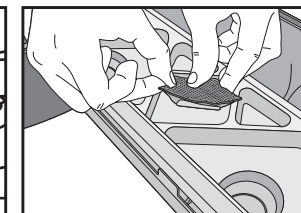

Fig. 3
- Quite la tira de papel del filtro de carbón para exponer el adhesivo. Coloque el filtro con el adhesivo hacia abajo, en el rombo del centro de la cubierta del recipiente de los desechos (Fig. 3). Cierre la cubierta del compartimiento del recipiente.